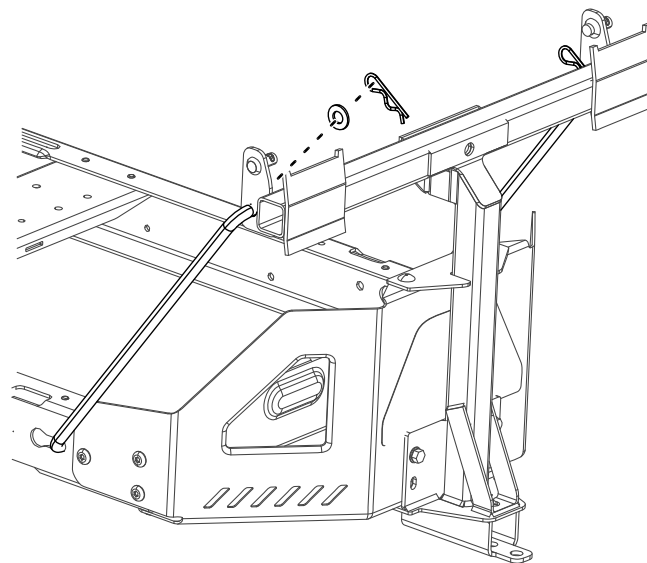

Bild 10
4. Setzen Sie das gebogene, flache Ende einer Stange in den verkeiltten Schlitz an der linken Seite des Maschinenrahmens ein und bewegen die Stange nach hinten, damit sie im Rahmen sitzt (Bild 10).
5. Setzen Sie die gebogenen Enden der Stangen in die Anbaugerätbefestigung ein, wie in Bild 10 abgebildet, und befestigen Sie das Ende jeder Stange mit einer Scheibe und einem Splint.
2. Montieren Sie die Schwenkhalterungen am Drehrahmen (Bild 10).